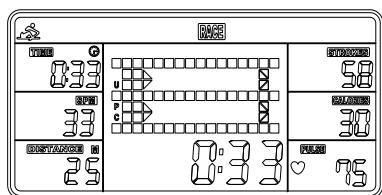
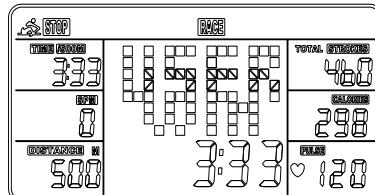

Fig. 6
Fig. 7
A. Pulse el botón de START para iniciar y STOP desaparecerá. USER (USUARIO) y PC (COMPUTADORA) se mostrarán en la matriz (Fig. 6). La computadora se detendrá cuando el usuario o la computadora haya alcanzado la distancia de carrera que se estableció. A continuación, la matriz muestra "PC WIN" ("GANÓ LA PC") o "USER WIN" ("GANÓ EL USUARIO") (Fig. 7).